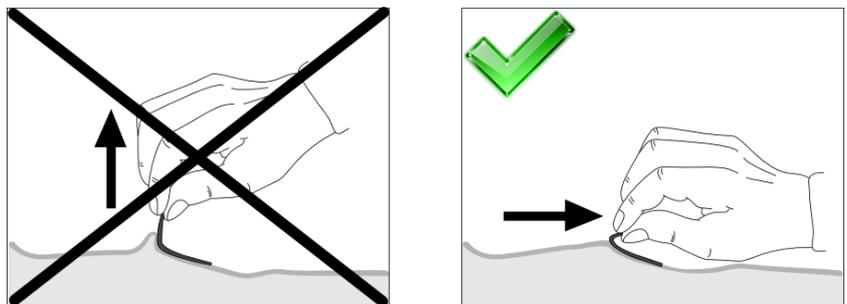

Abb. 4.13 Entfernung der selbsthaftenden Elektroden
- Ziehen Sie die Elektroden vorsichtig von der Haut des Patienten ab (siehe Abb. 4.13 Entfernung der selbsthaftenden Elektroden).